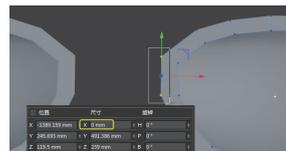

图 5-67
**02** 切换到点模式，在对象管理器中选中“镜框”子对象，在正视图中选取几个顶点进行尺寸修改，如图 5-67 所示。